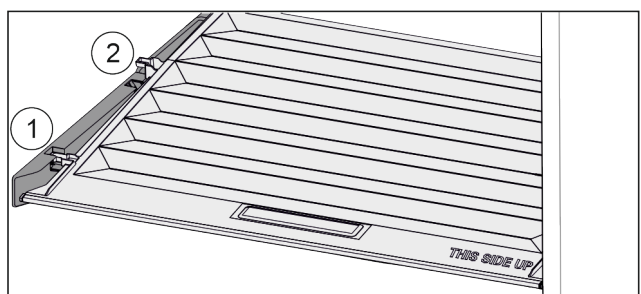

Fig. 67
- ▶ Tirare in avanti il coperchio fino all'apertura nei fermi Fig. 67 (1).
- ▶ Sollevare posteriormente dal basso e togliere verso l'alto Fig. 67 (2).